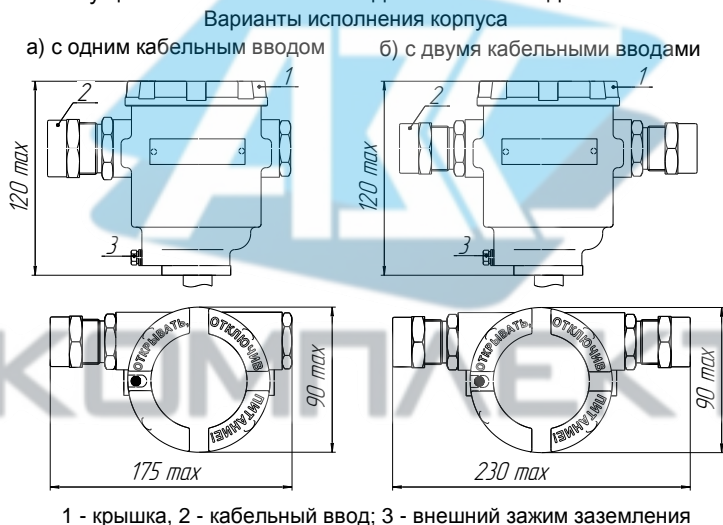

Рисунок 2
2.1.5 Корпус преобразователя имеет съемную крышку 1, один или два кабельных ввода 2 и внешний зажим заземления 3 (рисунок 2). Дополнительный кабельный ввод позволяет осуществлять сквозное соединение ПМП одним кабелем.